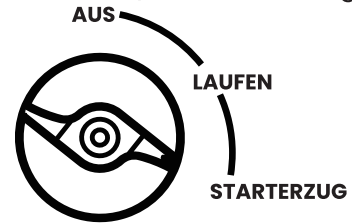

Abbildung 6: Drehen Sie den Motor-/Kraftstoffschalter in **STARTERZUG** Position
3. Stellen Sie den Motor-/Kraftstoffschalter in die **STARTERZUG** Position (siehe Abbildung 6).